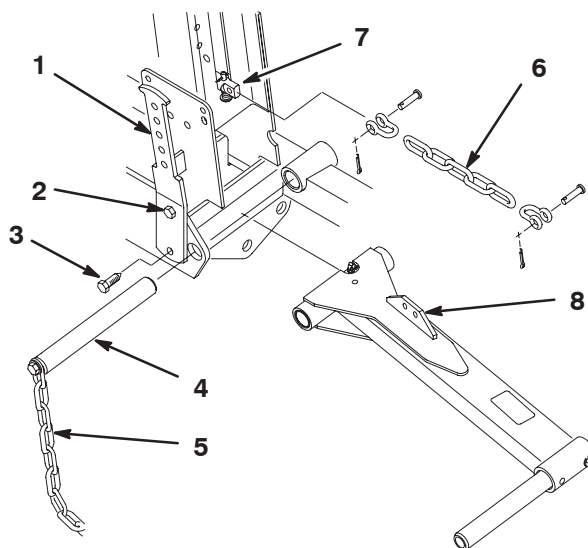

Bild 7
3. Lockern Sie die obere Kopfschraube, mit der der linke Gegengewichtarm am Chassis befestigt ist (Bild 7).
4. Nehmen Sie die untere Kopfschraube und Mutter ab, mit denen der linke Gegengewichtarm am Chassis befestigt ist (Bild 7).
5. Drehen Sie den Gegengewichtarm nach außen, so dass Sie den Gelenkstift des Hubarms und die Kippkette abnehmen können (Bild 7).
6. Setzen Sie den Hubarm zwischen die Chassismitglieder. Richten Sie die Befestigungslöcher aus und setzen Sie den Gelenkstift ein (Bild 7). Setzen Sie den Gelenkstift so ein, dass der Gegengewichtarm in den Schlitz am Stift passt. Befestigen Sie den Gegengewichtarm noch nicht.